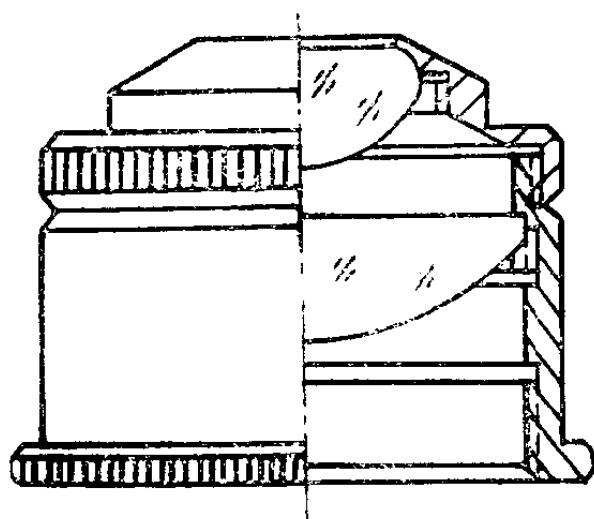

图 1—4 聚光器剖视图
(3) 聚光器 又叫集光器。主要由聚光镜和可变光栏组成（图 1—4）。